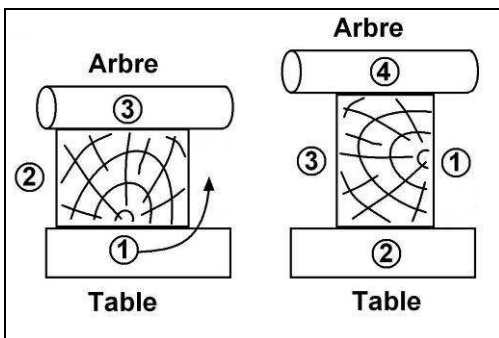

**Fig 68**
- Montez ou baissez la table de rabotage (96) avec la manivelle (97) (Fig 68), et réglez la hauteur voulue à l'aide de la graduation et du curseur.